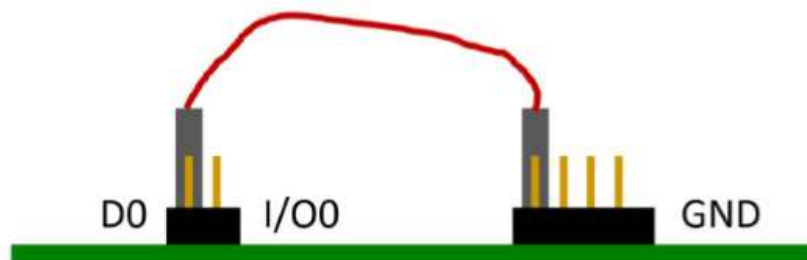

Abbildung 7: Emulation 'Stuck-at ZERO' Fault auf dem Datenbus Bit 0
- Verifizieren Sie Ihren Test. Führen Sie ihn zuerst mit korrekt eingesetzten Jumpern durch. Danach entfernen Sie zielgerichtet einen oder mehrere Jumper auf dem **Datenbus** und erzeugen mit Kabeln Stuck-at ONE und Stuck-at ZERO Fehler. Siehe Abbildung 7.